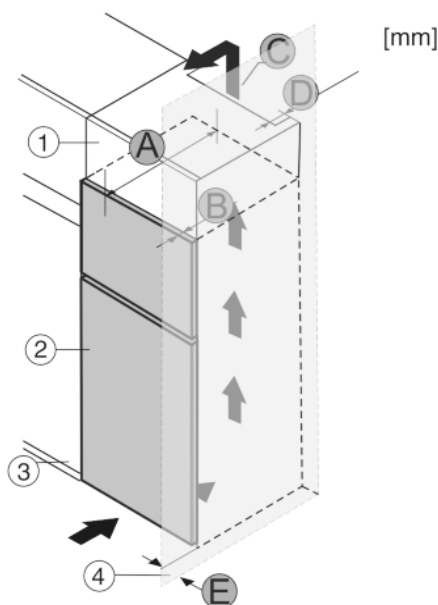

Fig. 18
Устройство может быть окружено кухонными шкафами. Чтобы уравнивать устройство Fig. 18 (2) по высоте с кухонной стенкой, можно установить над устройством дополнительный шкафчик Fig. 18 (1).
Установить устройство можно непосредственно рядом с кухонным шкафом Fig. 18 (3). Чтобы можно было полностью открыть двери, устройство должно выступать на глубину Fig. 18 (B) относительно передней стенки кухонного шкафа. В зависимости от глубины кухонных шкафов и использования пристенных распорок устройство может выступать и больше.
- На задней стенке дополнительного шкафчика должен быть вентиляционный канал с глубиной Fig. 18 (D) по всей ширине этого шкафа.
- Нужно соблюдать вентиляционное отверстие Fig. 18 (C) под нижней панелью.
Если устройство установлено на шарнирах у стены Fig. 18 (4), то нужно соблюдать расстояние Fig. 18 (E) между устройством и стеной.